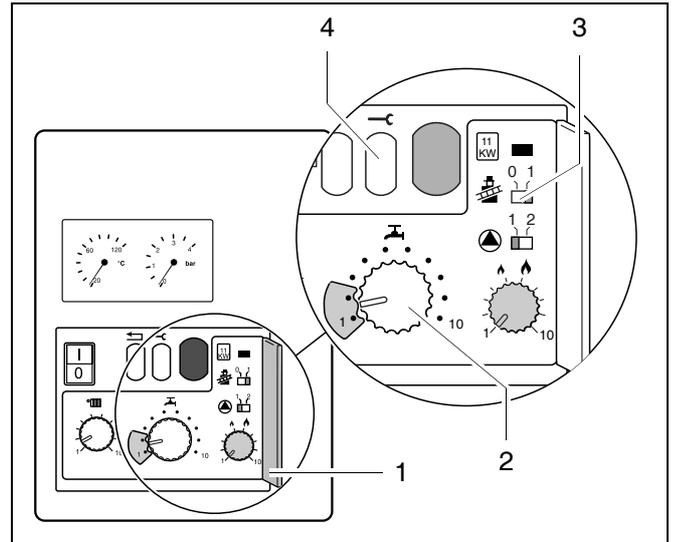

Fig. 50 Operazioni per "misurare la pressione al bruciatore"
- Togliere la copertura del 2. livello di servizio (fig. 50, pos. 1).
- Portare l'interruttore spazzacamino sulla posizione "1" (fig. 50, pos. 3), nel display compare: "-/A".
- Premere il tasto service (fig. 50, pos. 4) e tenerlo premuto ca. 10 s, nel display compare: "-/Y".
- Mettere il regolatore per la temperatura dell'acqua calda (fig. 50, pos. 2) su "1".
- Mettere il regolatore per la temperatura dell'acqua (fig. 50, pos. 2) su "10".